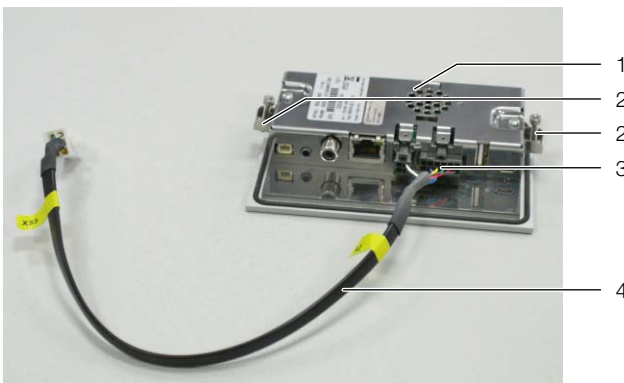

Рис. 36: Подготовка графического дисплея
- Установите крепления с помощью винтов (рис. 36, поз. 2) слева и справа на дисплей.
- Подключите кабель подключения (рис. 36, поз. 4) снизу к дисплею (рис. 36, поз. 3).